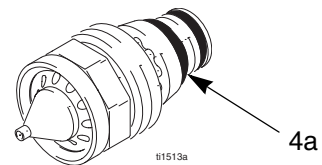

Abb. 19. Leitfähiger O-Ring der Düse
5. Der Metallkontakt (C) im Pistolenauslauf, der Düsenkontakt- ring (4a, Abb. 19) und die Elektrodenkontakte (E) müssen sauber und unbeschädigt sein.